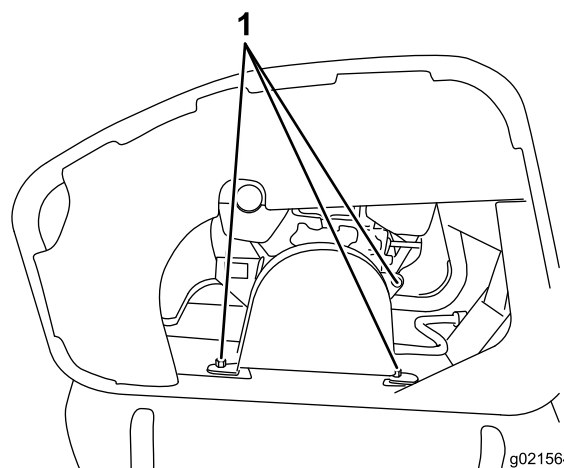

Figure 25
1. Retirez les boulons qui fixent le couvercle de la courroie en place (Figure 25).